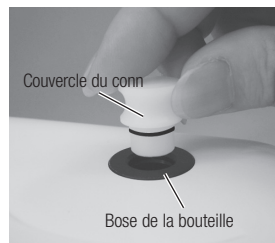

Fig.3
- 3) Remplacez le couvercle de la bouteille VA et insérez le joint de la bouteille dans le connecteur de base de la bouteille jusqu'à ce que vous entendiez un clic (Fig. 3). Pour enlever la bouteille, soulevez-la.